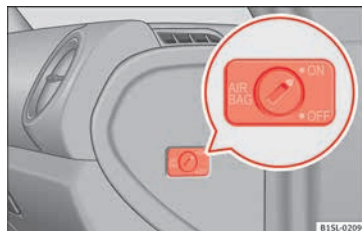

Fig. 20 Côté passager : commande à clé pour activer et désactiver l'airbag frontal côté passager.
- À l'aide de la clé du véhicule, tournez la commande à clé sur la position **OFF** » **fig. 20**.